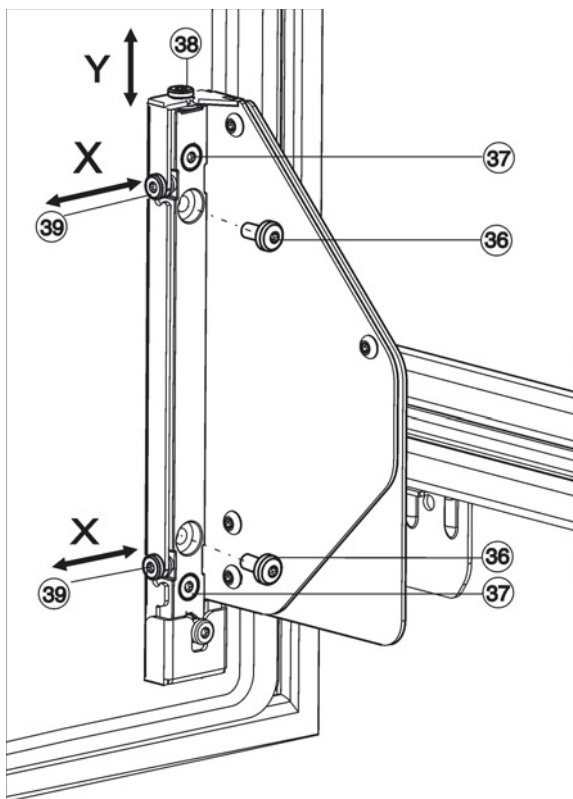

Fig. 27
- Полностью выкрутите винты Fig. 27 [36].
- ▷ Винты Fig. 27 [36] можно утилизировать, они больше не понадобятся.
- Отпустите винты Fig. 27 [37] только на 1-2 оборота.
- Вращайте регулировочный винт (38). По часовой стрелке: дверь сдвигается макс. на 4 мм вверх. Против часовой стрелки: дверь сдвигается макс. на 2 мм вниз.
- Снова затяните все винты Fig. 27 [37].
- Если винты Fig. 27 [36] ещё имеются, то выкрутите их полностью.
- Отрегулируйте установочные винты Fig. 27 [39] в зависимости от требуемого бокового направления юстировки.
- После окончания боковой юстировки снова прочно затяните винты Fig. 27 [37].